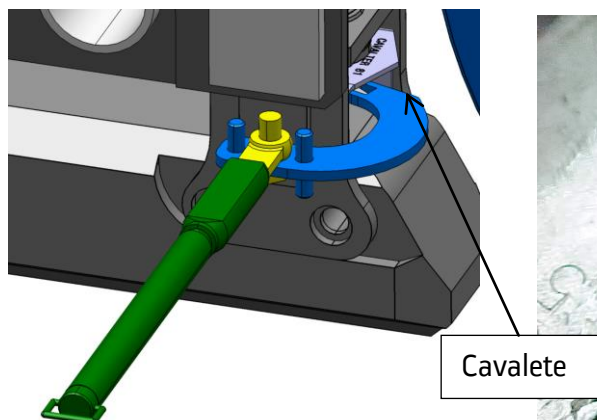
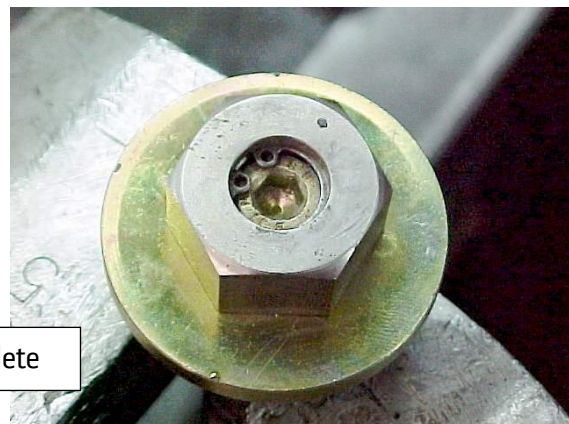

FIG. 3 A FERRAMENTA POSICIONADA
FIG 4 DETALHE DA CABEÇA DO EIXO DE FIXAÇÃO
- Instalar o cavalete de travamento correspondente ao tipo da sapata magnética, fig.3,
- posicionar o torquímetro, fig.3, o soquete sextavado entrando na parte prevista na cabeça do eixo de fixação da sapata, fig.4,
Dá o torque com auxílio da ferramenta, os parafusos de travamento fig. 4, para obter o torque, um estalo seco será ouvido.